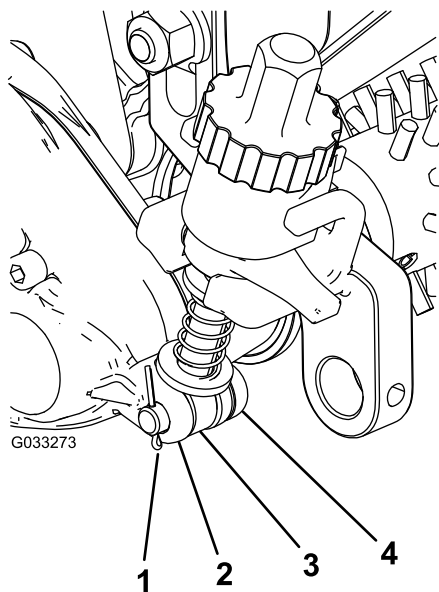

図 22
3. アジャスタアームアセンブリのロッドをグルーマ駆動ボックスの隙間にセットして、アジャスタピンとコッターピンで固定する 図 22。